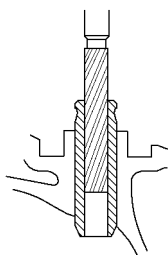

图 1-36 用 8mm 铰刀铰削气门导管内孔
5) 使用 8mm 直径的锐利铰刀铰削气门导管的内孔，使气门导管和新气门杆之间的间隙达到标准要求，如图 1-36 所示。